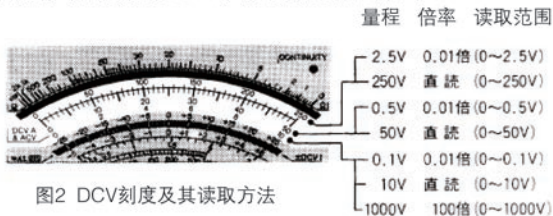

图2 DCV刻度及其读取方法
- 4、仪表刻度: 使用刻度为DCV.A, 读取方法如图2所示。